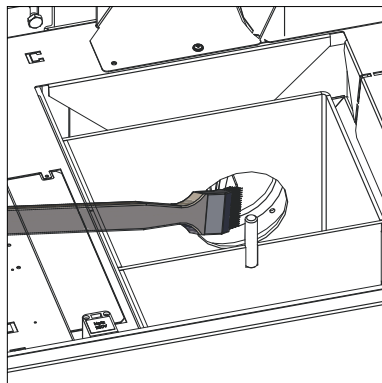

Fig. 49 Pulire e aspirare il ventilatore
- Pulire il ventilatore con un pennello – Fig. 49.